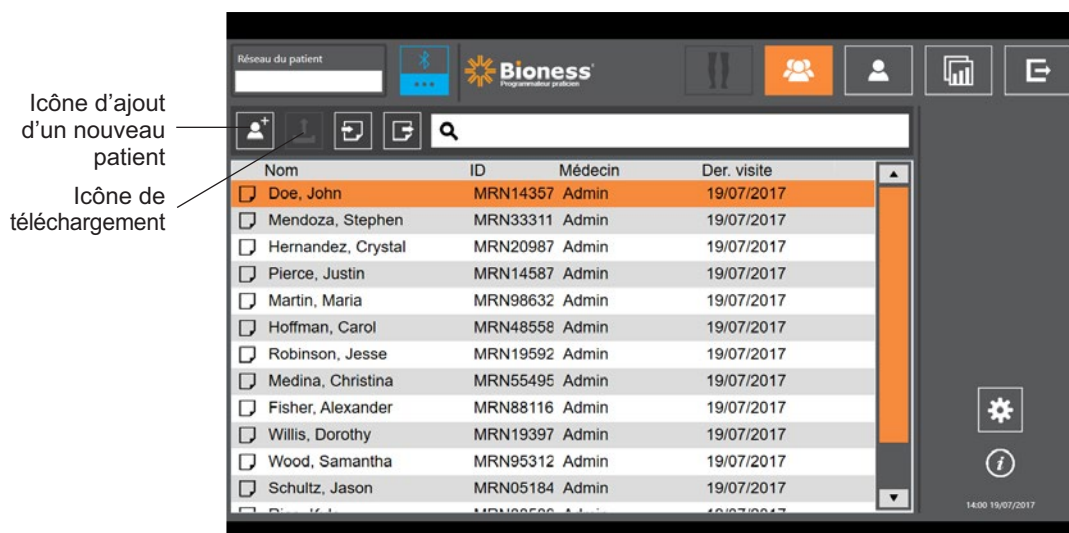

Figure 9-2 : Icône d'ajout d'un nouveau patient
- Dans l'écran Base de données du patient, appuyez sur l'icône d'ajout d'un nouveau patient. Reportez-vous à la figure 9-2.
2. Ouvrez l'écran Base de données du patient, puis sélectionnez le patient dans la liste des patients. Reportez-vous à la figure 9-2.
3. Appuyez sur l'icône de téléchargement. Reportez-vous à la figure 9-2. Une fenêtre apparaît. Elle indique « Programmer tous les stimulateurs avec le patient : X,X ». Appuyez sur le bouton Continuer.